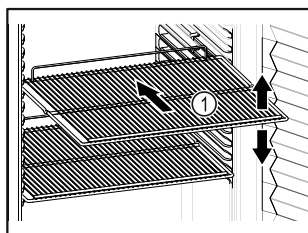

Fig. 40 Näitlik kujutis
- ☐ Kui hoiurestid Fig. 40 (1) on teisaldatavad, siis kohandage olenevalt kõrgusest.